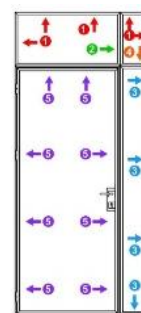

Figura 3.
8. Fixați șuruburile rămase în orificiile fabricate din fabrică (Figura 3). **Notă:** Așezați distanțiere între perete și cadru.